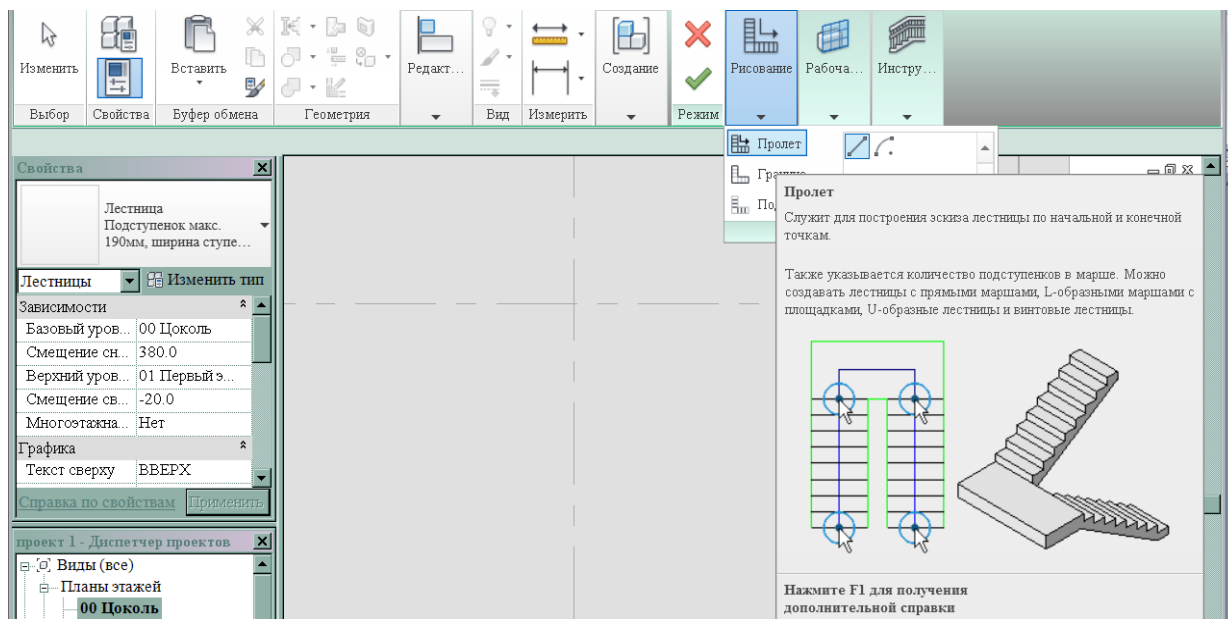

Рис. 89
3. На панели **Рисование** выделить **Пролет** и выбрать **Линия** (рис.89).
4. В панели **Свойства** выбрать **Базовый уровень - Цоколь**, **Смещение снизу - 380мм**, **Верхний уровень - Первый этаж**, **Смещение сверху - -20мм** (рис.89).